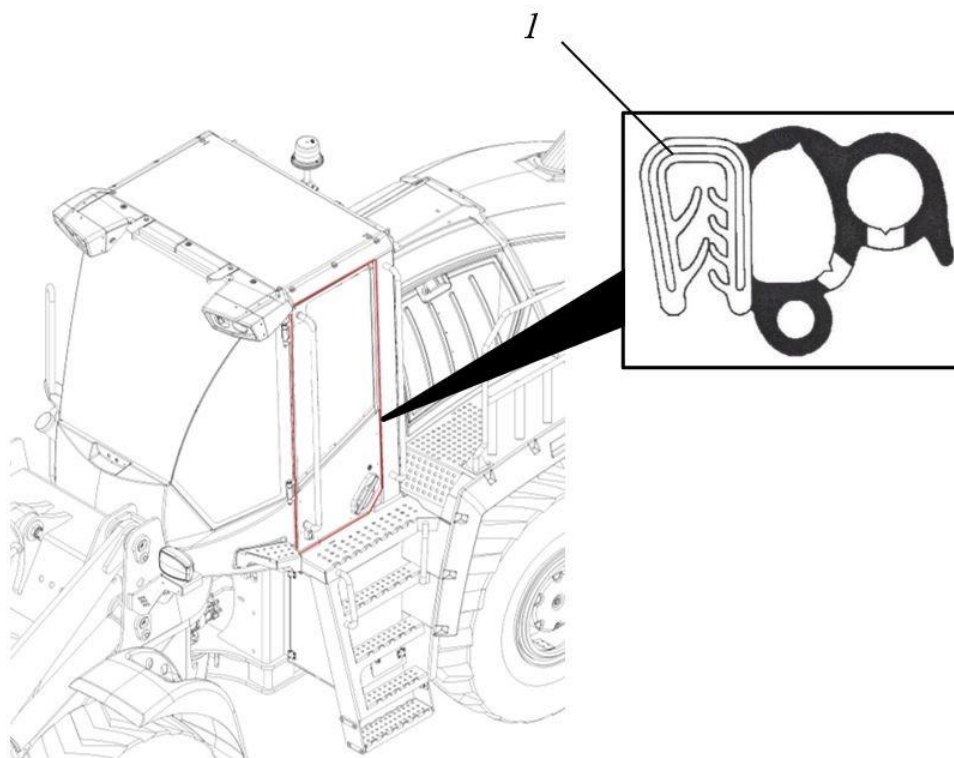

Рисунок 5.84. Кабина оператора – проверка уплотнений
- Проверить состояние уплотнений, рис. 5.84.